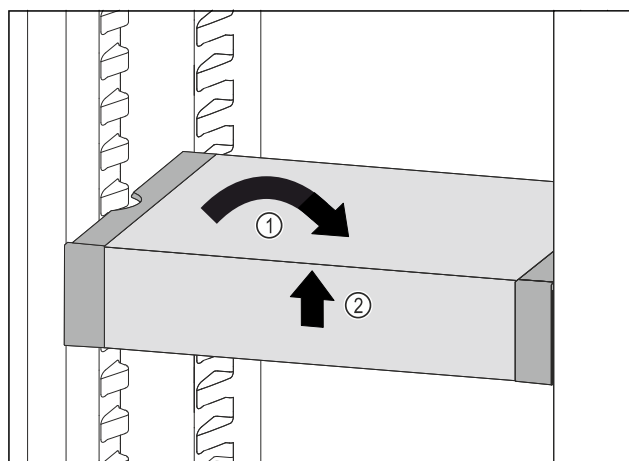

Fig. 201
- ▶ VarioSafe postavte rovně. Fig. 201 (1)
- ▶ VarioSafe vpředu zvedněte. Fig. 201 (2)